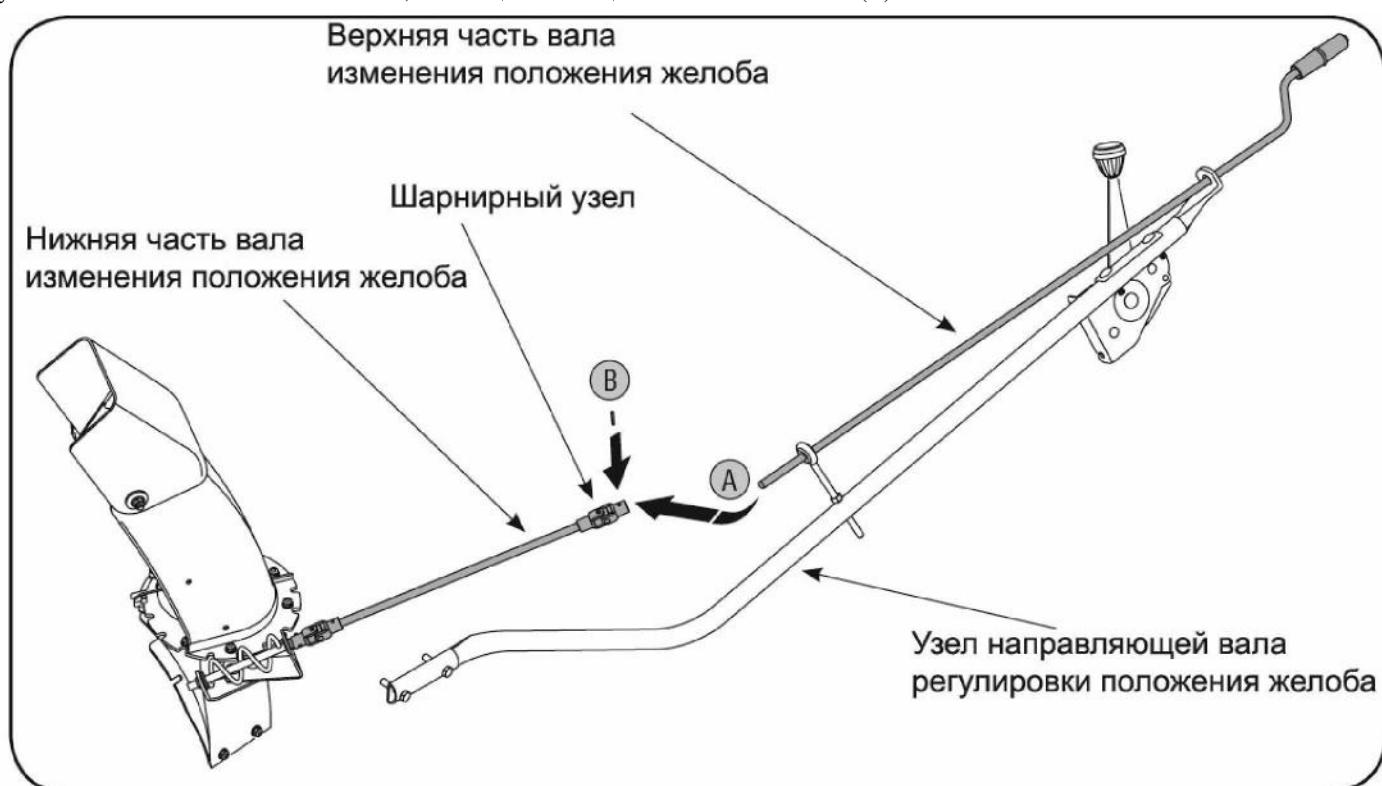

Рис. 24.
1. Закрепите верхнюю часть шарнирного штока изменения положения желоба для выброса снега (А) с шарнирным узлом, установленным на нижней части штока, с помощью имеющейся чеки со шплинтом (В). См. Рис. 24.